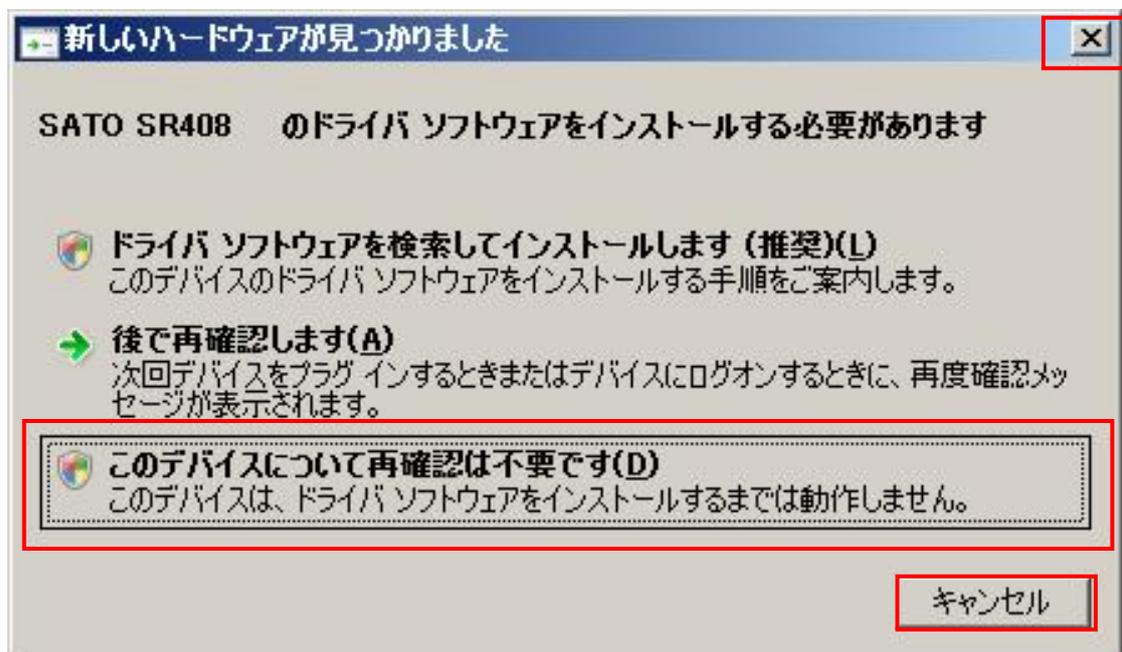

図 3.3.4.2. 「新しいハードウェアが見つかりました」表示画面
- ※ IEEE1284 ケーブルをプリンタとコンピュータに接続後、プリンタの電源を入れると図 3.3.4.2. 「新しいハードウェアが見つかりました」表示画面が表示されることがあります。その際は「キャンセル」、「このデバイスについて再確認は不要です (D)」、「X」のいずれかを選択してください（下記の例は、Windows Server2008 になります）。